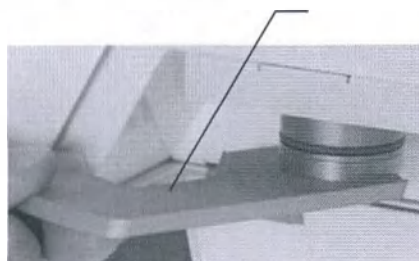

Рисунок 93: Пластина для контроля глубины абляции с держателем тест объекта
- Удостоверьтесь, что положение «тестового адаптера» корректное, смотрите рисунок 93 «Ориентация тестового адаптера для тестирования плотности энергии» на странице 122.
2. Удалите защитную пленку с «пластины для контроля глубины абляции» на соответствующей стороне (удерживаете «пластину для контроля глубины абляции» только за боковую поверхность) и поместите его в «держатель тест объекта» (смотрите рисунок 88 на странице 118, рисунок 92 и рисунок 93 на странице 120).
24. Используя «держатель тест объекта», поместите «пластину для контроля глубины абляции» в центрирующее кольцо, пока вакуум удерживает ее в устойчивом положении, и снимите «держатель тест объекта» (смотрите рисунок 93 «Пластина для контроля глубины абляции с держателем тестового объекта» на странице 120).